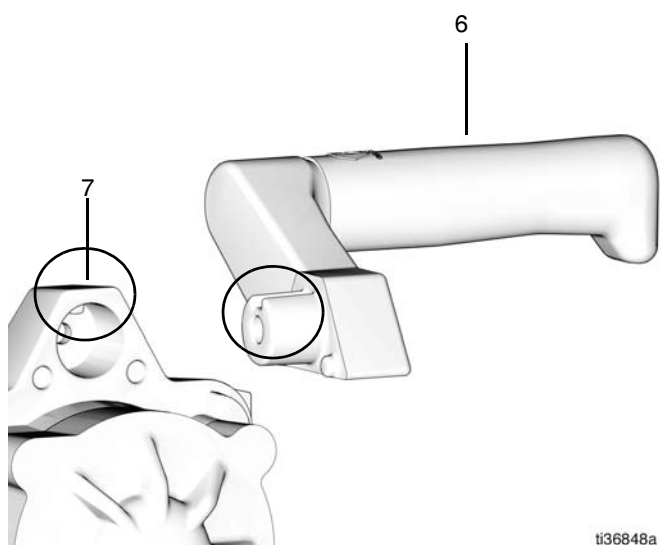

FIG. 12
12. Aligner la fente de la poignée sur la clavette dans l'orifice situé à l'arrière de la pompe (7), puis placer la poignée (6) dans l'orifice et la clavette (FIG. 12).